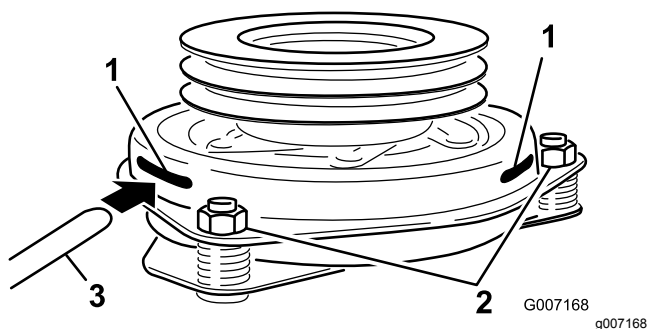

Figure 56
9. Insérez une jauge d'épaisseur de 0,4 à 0,5 mm dans une fente d'inspection sur le côté de l'ensemble. Vérifiez qu'elle passe bien entre les surfaces de frottement de l'induit et du rotor (Figure 56).
10. Serrez les contre-écrous jusqu'à ce la jauge d'épaisseur fléchisse légèrement mais puisse bouger facilement dans l'entrefer (Figure 56).